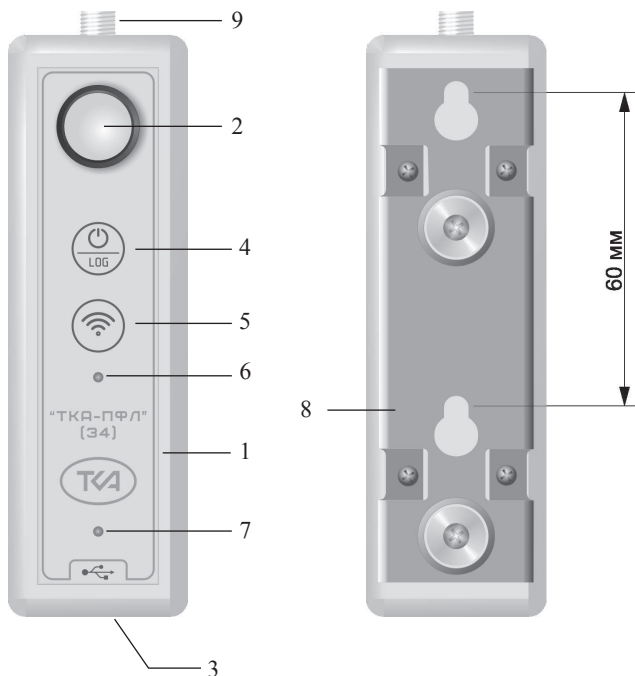

Рис.1 – Внешний вид прибора
На лицевой стороне корпуса прибора расположены: фотоприемное устройство (ФПУ) с корригирующими фильтрами и косинусной насадкой, два светодиодных индикатора и две кнопки управления (Рис.1).
Разъём (3, Рис.1) на нижнем торце корпуса предназначен для связи с ПК и для зарядки аккумулятора.
На верхнем торце прибора расположен разъём (9, Рис.1) для подключения внешней антенны.
На обратной стороне корпуса расположено универсальное крепление (8, Рис.1), позволяющее устанавливать прибор на плоские, металлические (с помощью прикручиваемых к креплению магнитов, входящих в комплект поставки) или круглые поверхности (с помощью стяжек).
5.6 Включение прибора и его отключение производится однократным нажатием кнопки ВКЛ/ВЫКЛ (4, Рис.1). При этом светодиодный индикатор состояния (6, Рис.1) начнет гореть желтым цветом, а затем через некоторое время начнет мигать (Табл.1).
Если необходимо включить/выключить передачу данных по Wi-Fi (или LoRa), то это у включенного прибора можно сделать однократным нажатием на кнопку (5, Рис.1). При этом светодиодный индикатор состояния начнет гореть синим цветом, а затем через некоторое время начнет мигать.
прибора светодиодный индикатор состояния будет периодически гореть белым цветом, поставьте прибор на зарядку, подключив к прибору через разъем micro-USB запитанное зарядное устройство или внешний аккумулятор. Для отслеживания процесса заряда внутреннего аккумулятора на лицевой панели прибора расположен индикатор заряда (7, Рис.1), горящий красным цветом во время заряда и не горящий, если процесс заряда окончен. Заряд аккумуляторной батареи следует производить при окружающей температуре от 0 до +40°C.
7.4 Включите прибор однократным нажатием на кнопку включения прибора (4, Рис.1).